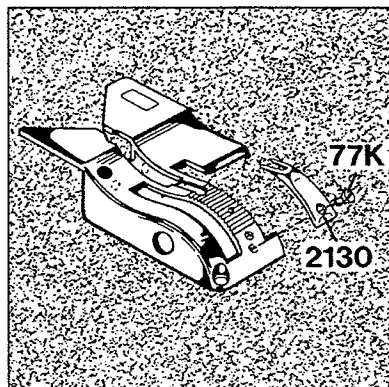

Fig. 1
**NOTE:** In case the bag fabric is extremely thin, it is recommended to use needle size 125/049 or 170/067 in combination with throat plate needle hole section part No. 2130\* and screw part No. 77K\*, (see Fig. 1). Recommended sewing thread size for these needle sizes is Ne 34/4.
**NOTA:** Cuando el material del saco sea demasiado fino, recomendamos utilizar una aguja tamaño 125/049 o 170/067 en combinación con un equipo completo de plancha de aguja, parte No. 2130\* y tornillo parte No. 77K\* (Vea Fig. 1). También recomendamos utilizar un hilo de coser Ne 34/4.